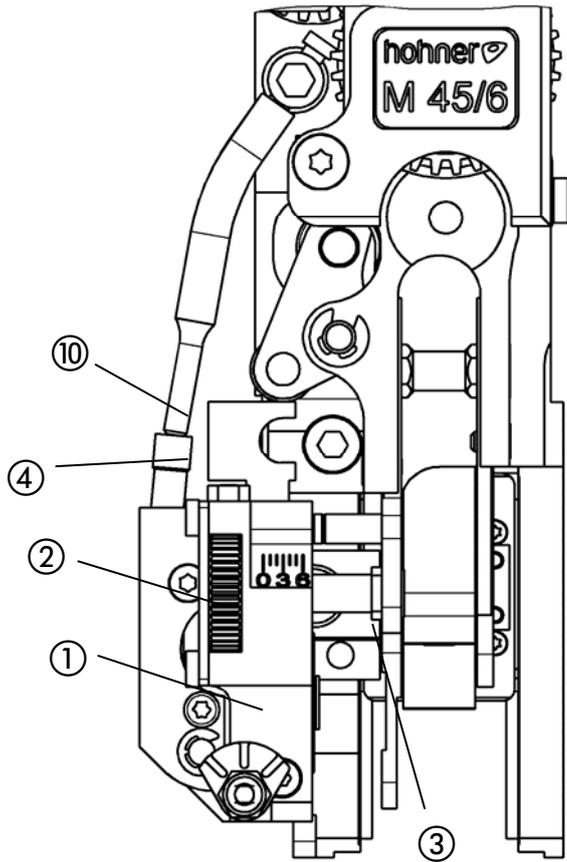
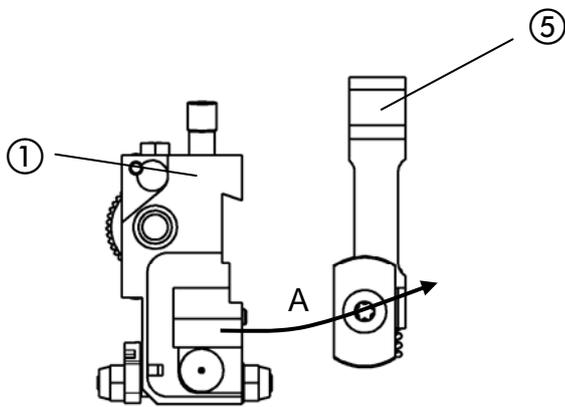
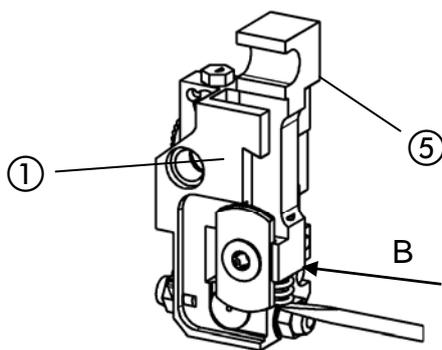

Fig. 23
Fig. 24
Fig. 26
- Fig. 23 -
- Para cambiar la cuchilla desplazar hacia fuera la caja portacuchillas ① girando la moleta ② totalmente fuera de la guía ③ y retirar del cabezal cosedor.
- Fig. 24 -
- Sacar la guía deslizante de la cuchilla ⑤ de la caja portacuchillas ① (flecha A) Observe que al hacerlo no salte el resorte de compresión.
- Fig. 26 -
- Volver a montar la guía deslizante de la cuchilla ⑤ de nuevo en la caja portacuchillas ① (Flecha B). En este caso presionar junto el resorte de compresión de la guía deslizante de la cuchilla con un destornillador e introducirlo en la caja portacuchillas. Observe que el resorte de compresión no se doble.
- Colocar la caja portacuchillas ① en la guía ③.
- Encajar la guía flexible del alambre en el manguito ④ de la caja portacuchillas.